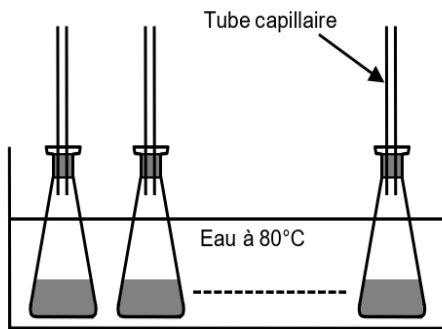

Figure-1
Cette étude expérimentale permet de tracer le graphe de la **figure-1** représentant les variations du volume V_{BE} de la solution de $NaOH$ ajouté à l'équivalence acido-basique en fonction de l'avancement x de la réaction $V_{BE} = f(x)$.
c) Justifier l'allure de la figure-1- et montrer que $V_{BE} = -1,25.x + 3.10^{-3}$. Déduire les valeurs
6/ a) Calculer l'avancement maximal. Retrouver cette valeur de x_{max} à partir de la courbe de la **figure-1** ?